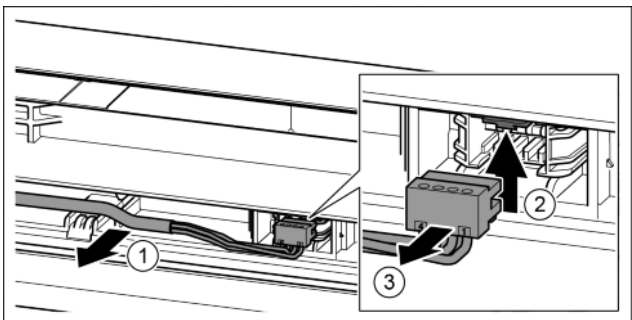

Fig. 21
- ▶ Graues Kabel vorsichtig aus der Führung in der Tür lösen. Fig. 21 (1)
- ▶ Lasche nach oben drücken. Fig. 21 (2)
- ▶ Stecker vorsichtig herausziehen. Fig. 21 (3)